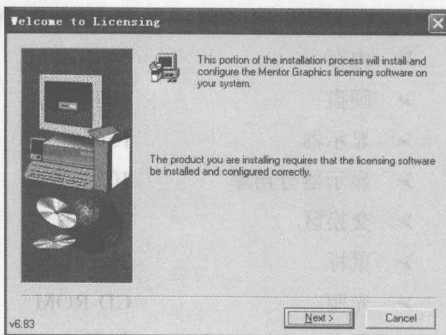

图 1-2 “Welcome to Licensing”对话框
(2) 单击“Install License Server”图标，弹出如图 1-2 所示的对话框，提示正在安装的软件要求安装相应的 License 软件到系统中。